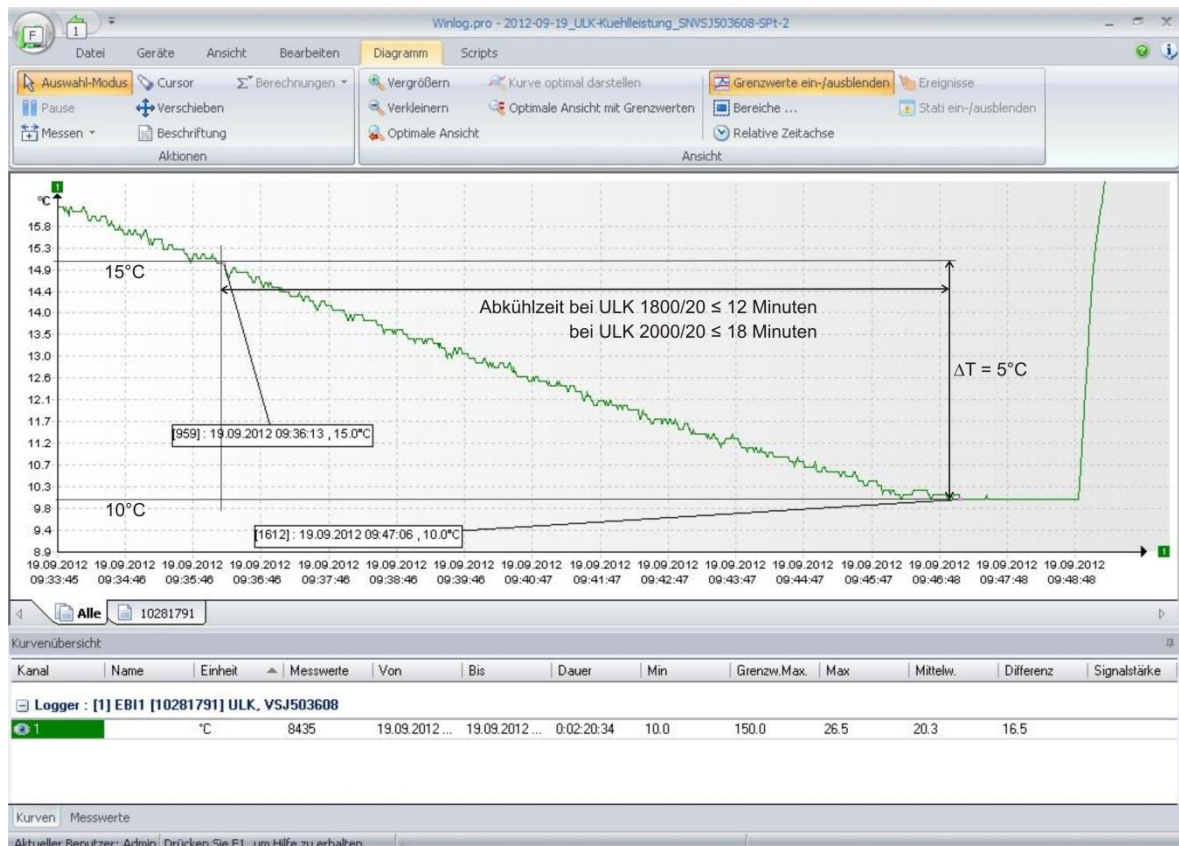

Abb. 6: Beispiel Loggerkurve Kälteleistung
- ◆ Lesen Sie den Datenlogger aus. Markieren Sie in der Loggerkurve die Stellen, an denen  $15^{\circ}$  und  $10^{\circ}\text{C}$  erreicht werden (siehe Abb. 6:).